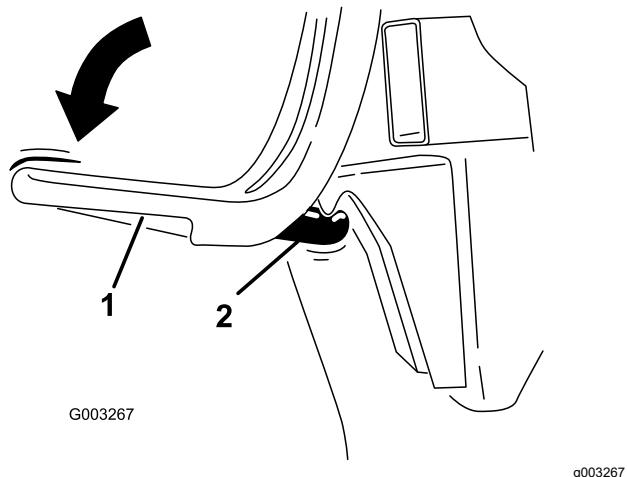

Figura 12
8. Portate la maniglietta di chiusura sotto il relativo gancio (Figura 12).
9. Premete il fermo di chiusura del sistema di raccolta verso il basso fino a quando non si blocca in posizione (Figura 12).